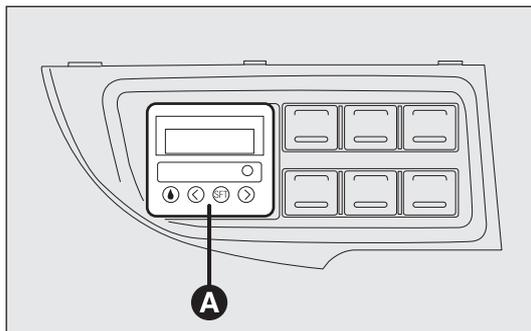

Abb. 61
- ein digitaler Timer A-Abb. 61 für das manuelle Einschalten der Heizung oder um die Uhrzeit für das Einschalten einzustellen.